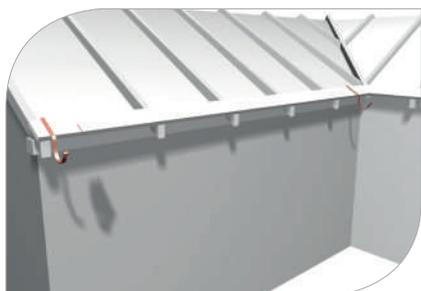

рис. 7
- 3.2 Определить положение и установить по одному крайнему кронштейну с каждой стороны воронки - эти кронштейны расположены как можно дальше и выше относительно уровня воронки (**рис. 7**)